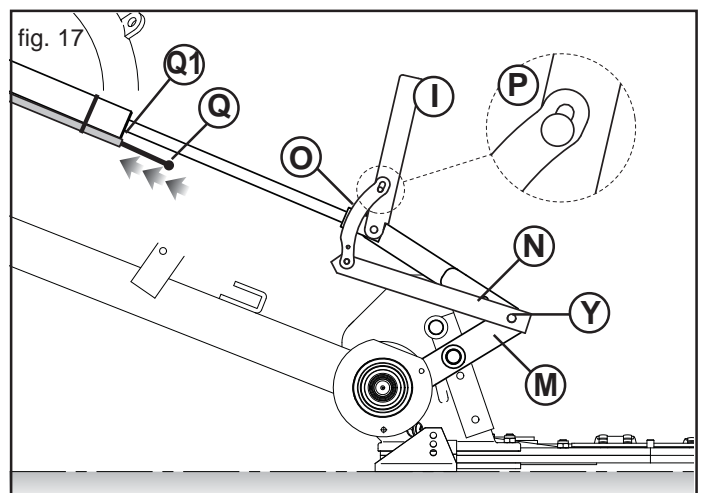

fig. 17
- 1) Die Hebelwerke (M und N, Abb. 17) in Position (Y) verschieben.
- 2) Den Bügel (I) wie auf Abbildung 17 dargestellt anheben und mit der Stange (O) in der unteren Position des Langlochs (Ref. P, Abb. 17) sperren.
- 3) Zum Verhindern unangenehmer Zwischenfälle beim Bewegen des Mähbalkens das Stahlkabel (Q) von der Stange (O) lösen und bis in Position (Q1) ziehen.